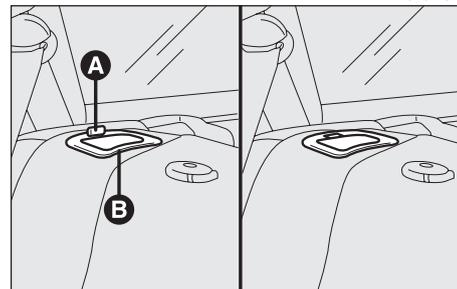

fig. 43
**AVVERTENZA** Gli schienali sono correttamente agganciati quando il pulsante (**A-fig. 43**) posto vicino a ciascuna maniglia (**B-fig. 43**) è rientrato nella maniglia stessa.